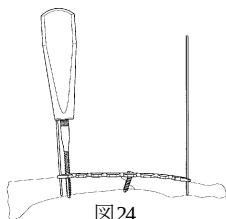

図24
- 13) 骨質が硬い場合は、3.5 ロッキングスクリュー用タップ (グリップ型) で、プレタップを行います。(図24)